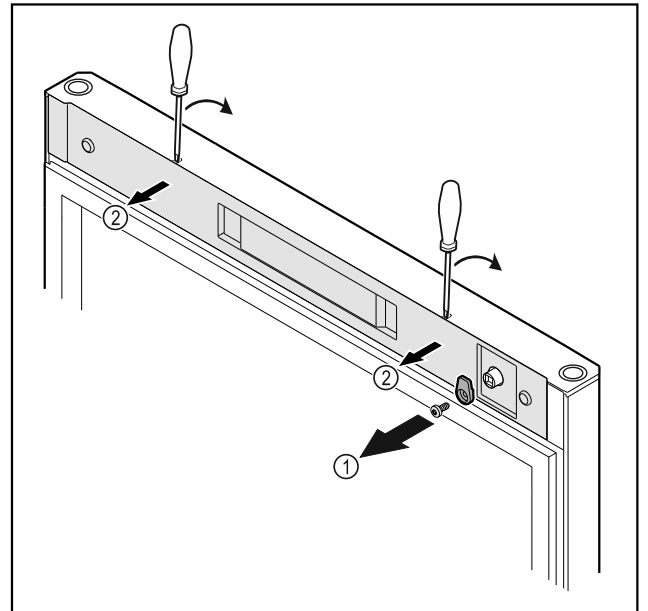

Fig. 20
- Dévisser le crochet de fermeture Fig. 20 (1).
- Décrocher le cache Fig. 20 (2) avec un petit tournevis et le retirer.